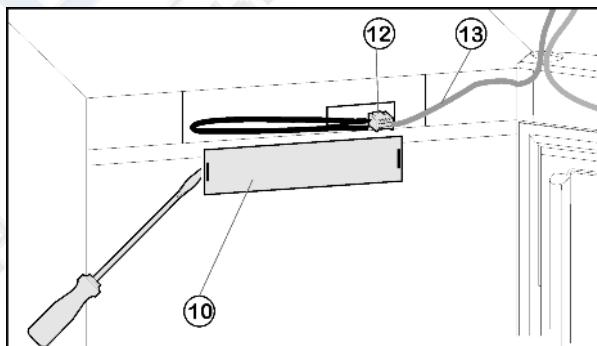

Fig. 4
- Снимите переднюю накладку Fig. 4 (10) с помощью плоской отвертки.
- Снимите контакт и извлеките разъем Fig. 4 (12).
- Высвободите из направляющей серый кабель Fig. 4 (13).
- Снова установите разъем Fig. 4 (12).
- Снова установите крышку Fig. 4 (10).